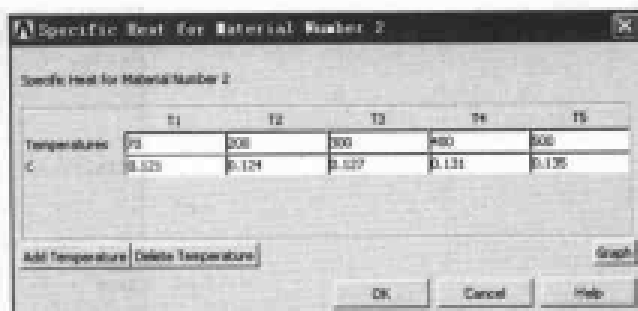

图 9-101 输入接管材料比热对话框
(9) 双击 Define Material Model Behavior 对话框上的 Specific Heat 按钮，出现 Specific Heat for Material Number 2 对话框，单击该对话框上的 Add Temperature 按钮 4 次，参照图 9-101 在文本框中进行输入，单击 OK 按钮关闭该对话框。